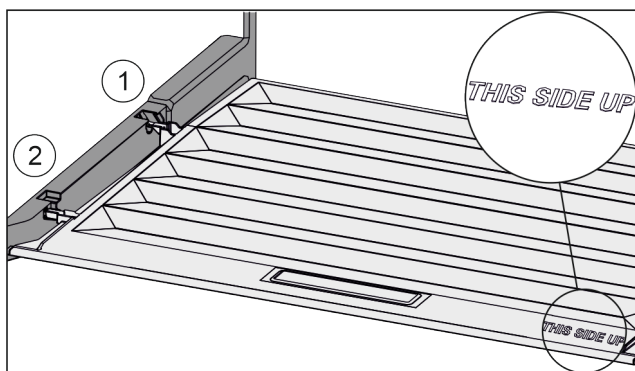

Fig. 55
- ▶ Пъхнете шишките на капака през отвора в задния държач Fig. 55 (1) и фиксирате в държача Fig. 55 (2).